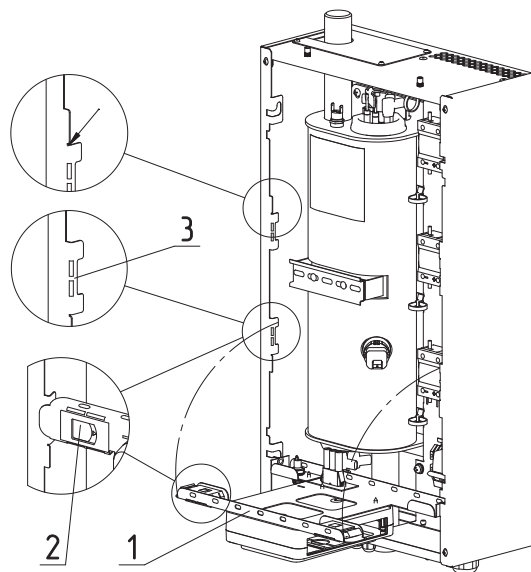

Рис. 20 Откидывание кронштейна
3. Откинуть кронштейн для крепления пульта управления (**Рис. 20, поз. 1**);
4. Отжать замки-защелки (**Рис. 20, поз. 2**) с двух сторон;
Имеется возможность сменить положение кронштейна, достав его из пазов и закрепив в соответствующие пазы выше (**Рис. 20, поз. 3**).